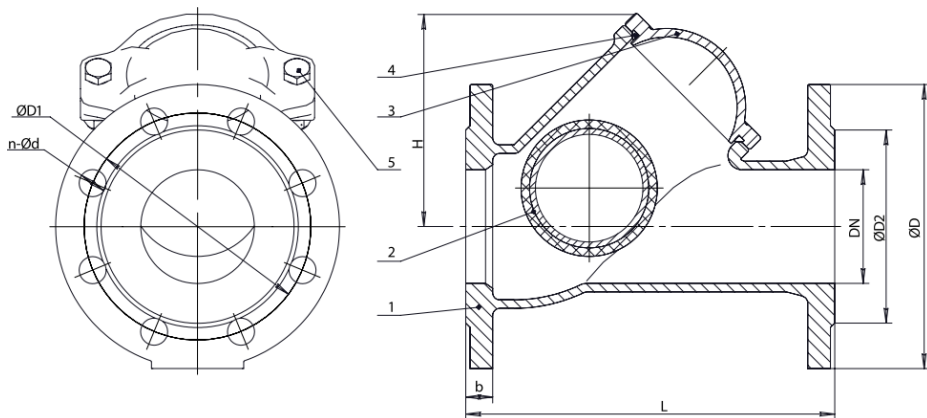

Рис. 1
1.3.1. Основные элементы конструкции клапана приведены в табл.1, на рис.1.
1.3.2. Под действием прямого потока рабочей среды шар (2) перемещается под крышку корпуса (3) и открывает клапан. При отсутствии прямого потока рабочей среды, под действием собственного веса, шар опускается и перекрывает обратный поток среды (рис.1).
| 2 | Пропуск рабочей среды через соединение «корпус-крышка».                              | Ослабла затяжка болтов крепления крышки.                                            | Произвести дополнительную затяжку болтов (5) крепления крышки (3) (рис.1).                                                          |